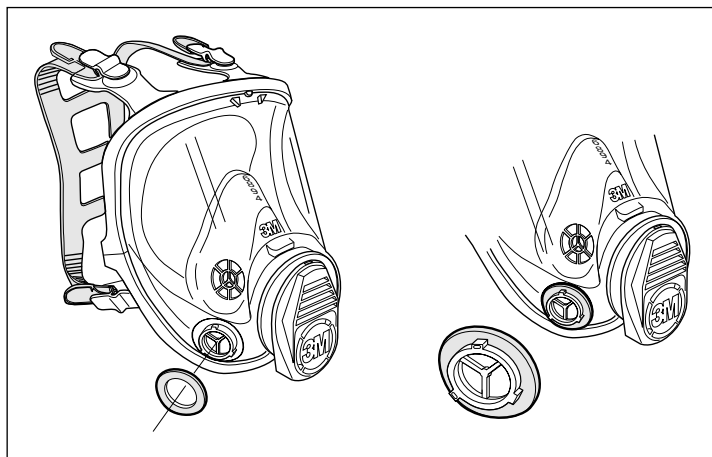

Fig. 9
• **Garniturile de inspirație (Fig. 9)**